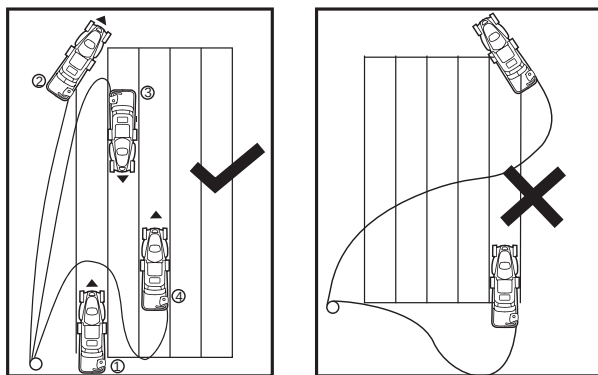

Fig.17
- > La tondeuse ne doit en aucun cas être utilisée sans le bac. Suivez la procédure d'utilisation adéquate afin d'assurer que les lames n'entrent jamais en contact avec la rallonge. Les lames peuvent endommager les câbles et entraîner un contact avec des pièces sous tension (Fig.17).